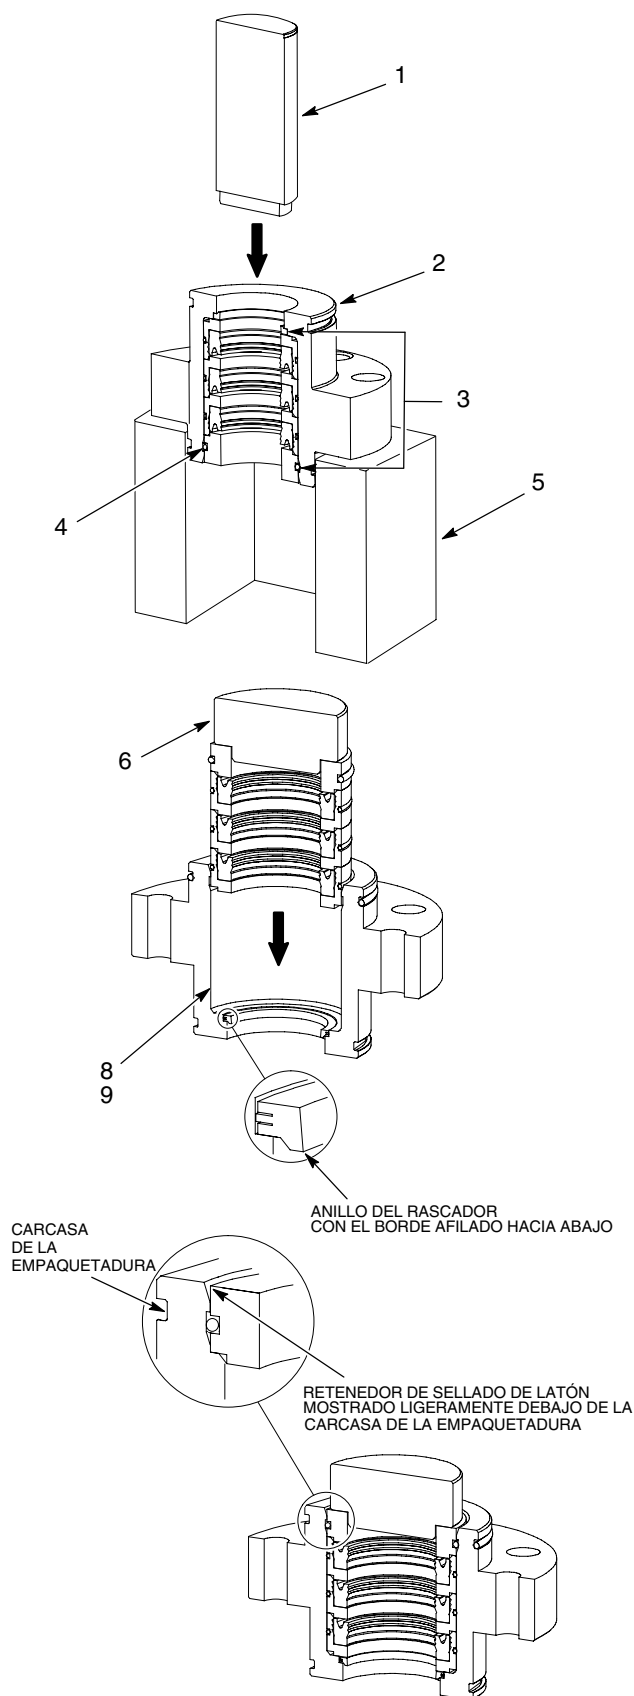

Figura 2 Sustitución de las piezas internas de la empaquetadura
1. Ver la figura 2. Colocar la carcasa de la empaquetadura (2) en una fijación (5) con el extremo del recipiente de disolvente mirando hacia arriba.